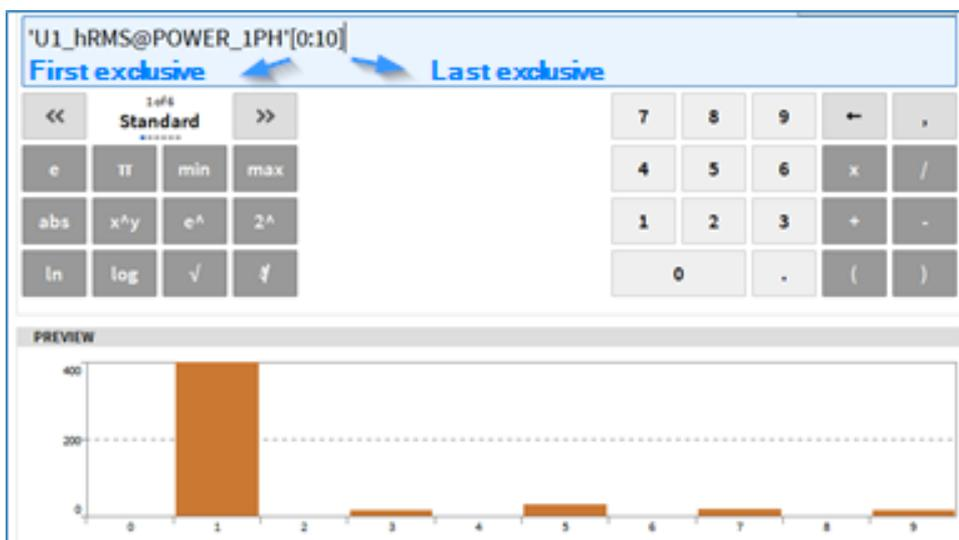

Abb. 7.75: Extraktion mehrerer benachbarter Elemente
- Beim Extrahieren mehrerer benachbarter Elemente der erste angegebene Index immer inklusiv und der letzte immer exklusiv ist (siehe Abb. 7.75)
- Extraktion mehrerer benachbarter Elemente (siehe Abb. 7.75). Die Ausgabe ist ein Array-Kanal mit der Anzahl der extrahierten Elemente als neue Dimension.